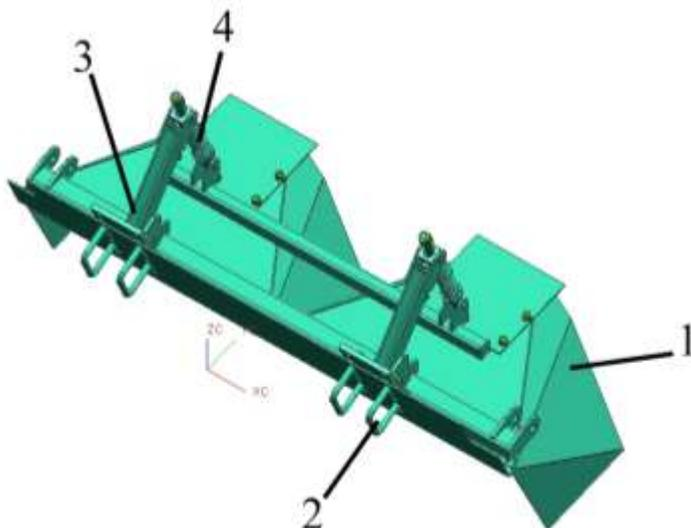

Рисунок 5 – Гребнеобразователь
3.5 Гребнеобразователь (рисунок 5) представляет собой сварной профильный щит 1 для формирования гребней. Он крепится к агрегату скобами 2 и регулируемыми стойками 3, с помощью которых передвигается вверх и вниз, регулируя этим высоту гребня. Плотность почвы в гребнях регулируется штоками с пружинами 4, передвигая шток можно увеличивать или уменьшать плотность.